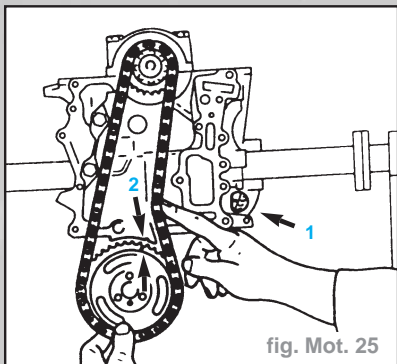

fig. Mot. 25
- Tourner le vilebrequin en position PMH, la bille sur le volant moteur affleure avec l'index (flèche 1) (fig. Mot. 25).